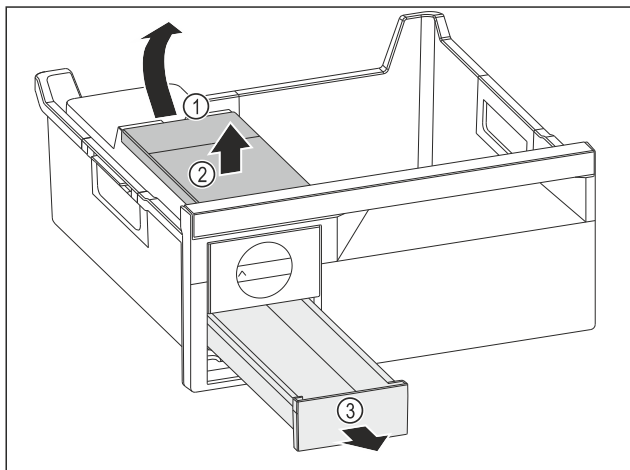

Fig. 86
- ▶ Vyjmutí nádržky na vodu: Zvedněte nádržku na vodu za vybrání Fig. 86 (1).
- ▶ Nádržku na vodu Fig. 86 (2) vyjměte nahoru.
- ▶ Zásuvku na kostky ledu Fig. 86 (3) vyjměte dopředu.